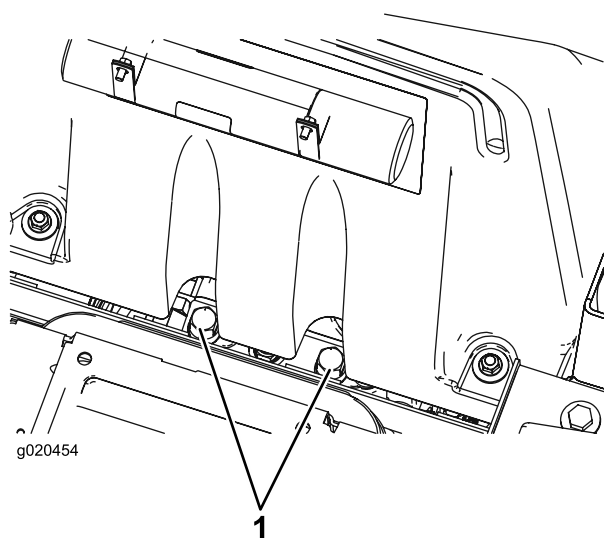

図 31
1. 運転席を倒す。バイパスバルブは燃料タンク前部の下にある **図 31**。